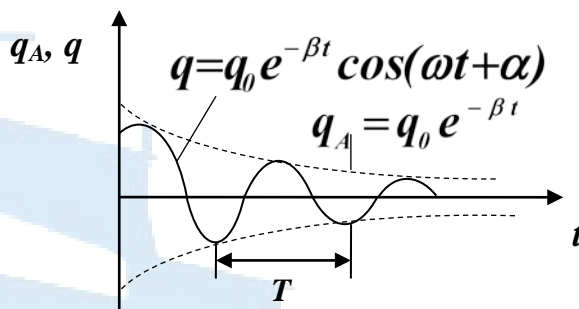

Рис. 4
Как следует из (6), амплитуда колебаний уменьшается со временем по логарифмическому закону. Зависимость (6) представлена на рис. 4. Период затухающих колебаний определяется по формуле: